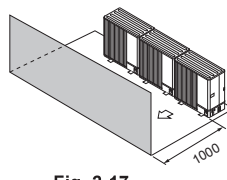

Fig. 2-17
- (3) Obstruction ou surface non dégagée à l'avant uniquement (Fig. 2-17)